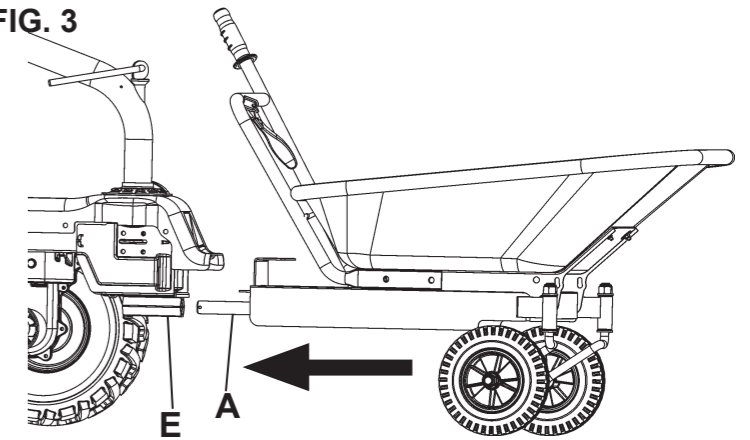

FIG. 2
**MONTAGGIO MANUBRIO SINISTRO (Fig. 2)** Fissare il manubrio sinistro (4) alla piastra ribaltamento (2) negli appositi fori per mezzo delle viti (5), delle rondelle (6) e dei dadi (7); abbassare il tutto in modo tale che la piastra ribaltamento ed il manubrio risultino agganciati alla macchina (part.2).
**HOW TO ASSEMBLE THE LEFT-HAND HANDLEBAR (Fig. 2):** Fix the left-hand handlebar (4) on the overturning plate (2) into the suitable holes using the enclosed parts , i.e., screws (5) , the washers (6) and the nuts (7). Lower the assembly making the overturning plate and right hand handlebar to fit the machine. (part.2.)
**MONTAGE DU LEVIER DE VIDANGE (Fig. 2)** : Fixer le levier gauche (4) au capot basculant (2) dans les trous appropriés à l'aide des vis (5) des rondelles (6) et des écrous (7); baisser le tout afin que le capot et le levier gauche soit accroché à la machine (part. 2)
**MONTAGE DES LINKEN HOLMEN (Bild 2)** : Befestigen Sie den linken Holmen (4) an die Grundplatte (2) in die dafür vorgesehenen Löcher, mit den Schrauben (1), den Scheiben (3) und den Muttern (5). Um die Montage zu erleichtern, sollten Sie die Grundplatte in die Senkrechte stellen. Somit kann der linke Holmen einfacher von oben montiert werden.
**MONTAJE DEL MANILLAR IZQUIERDO (Fig. 2)** Fijar el manillar izquierdo (4) en los orificios de la placa de abatimiento (2) con los tornillos (5), las arandelas (6) y las tuercas (7); bajar el conjunto de modo que la placa de abatimiento y el manillar queden enganchados a la máquina (pza.2).